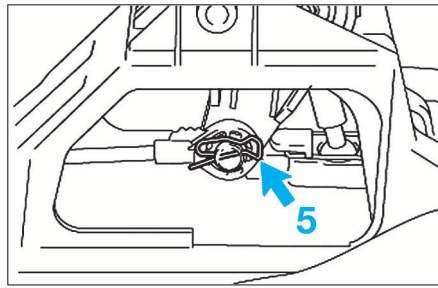

FIG. 10
- Déposer l'agrafe (5) et débrancher le câble de commande de sélection (fig. 10).
- À la repose, respecter les points suivants (fig. 10) :**
**À la repose, respecter les points suivants (fig. 10) :**